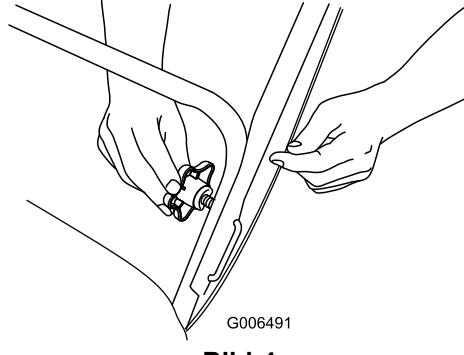

Bild 4
1. U-förmige Griffsperrche (2) 2. Griffhandräder
2. Setzen Sie das Ende der U-förmigen Griffsperrche in das offene Loch im Griff ein und ziehen Sie die Griffhandräder fest, bis sie fest sitzen (Bild 4).